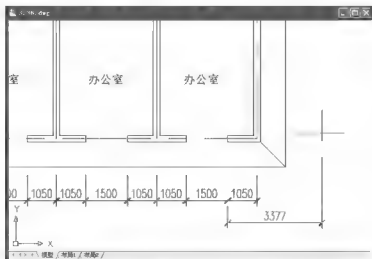

图 3.42 基线标注自动连接到刚刚所标注的尺寸线上
(1) 选择菜单栏中的【标注】|【基线】命令, 启动【基线】标注命令, 光标将自动连接到刚刚所标注的尺寸线上, 如图 3.42 所示。